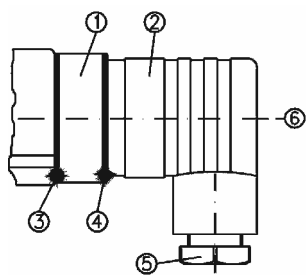

Fig. 1
- 松开固定螺丝（位置 6）M3x35 并从连接器（位置 1，图 1）中卸下连接盒 (EN175301-803-A,位置 2)